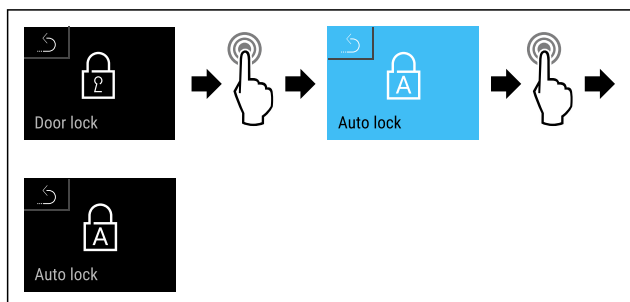

Fig. 81
- ▶ Eseguire i passi (vedere Fig. 81).